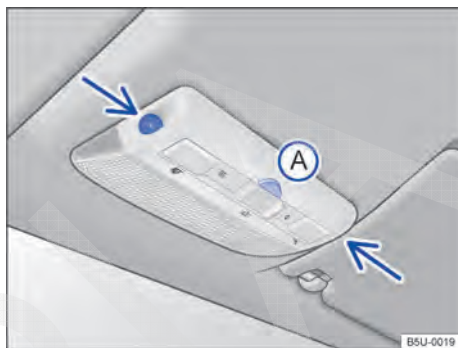

Fig. 31 No console do teto: sensores de monitoramento do interior do veículo e tecla **(A)** para desligar o monitoramento do interior do veículo.
O monitoramento do interior do veículo dispara o alarme com o veículo travado, se reconhecer movimentos no interior do veículo. O sensor e o receptor estão localizados no conjunto da lanterna de leitura → Fig. 31 (setas).
- Pressionar a tecla → Fig. 31 **(A)**. No painel de instrumentos, a luz de controle **(A)** se acende.